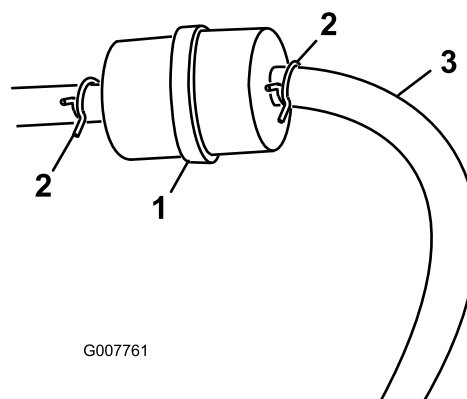

Рисунок 27
3. Сожмите концы шланговых хомутов и сдвиньте их с фильтра (Рисунок 27).
5. Установите новый фильтр и передвиньте шланговые хомуты ближе к фильтру (Рисунок 27).
3. Ослабьте шланговый хомут на топливном фильтре и отодвиньте его по топливному трубопроводу от фильтра (Рисунок 27).
4. Отсоедините топливный трубопровод от топливного фильтра (Рисунок 27).
Примечание: Дайте топливу слиться в канистру для топлива или сливной поддон (Рисунок 27).
5. Установите топливный трубопровод на топливный фильтр. Передвиньте шланговый хомут к топливному фильтру, чтобы закрепить топливный трубопровод (Рисунок 27).